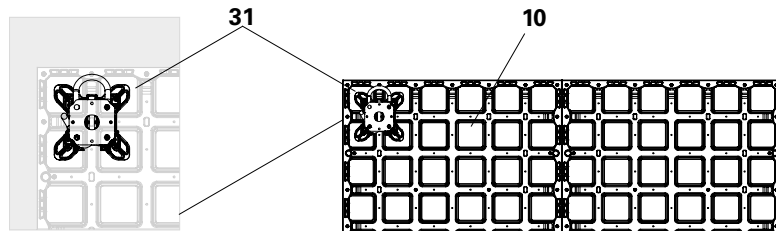

Fig. D1.02a
- above a frame strut, (Fig. D1.02a)